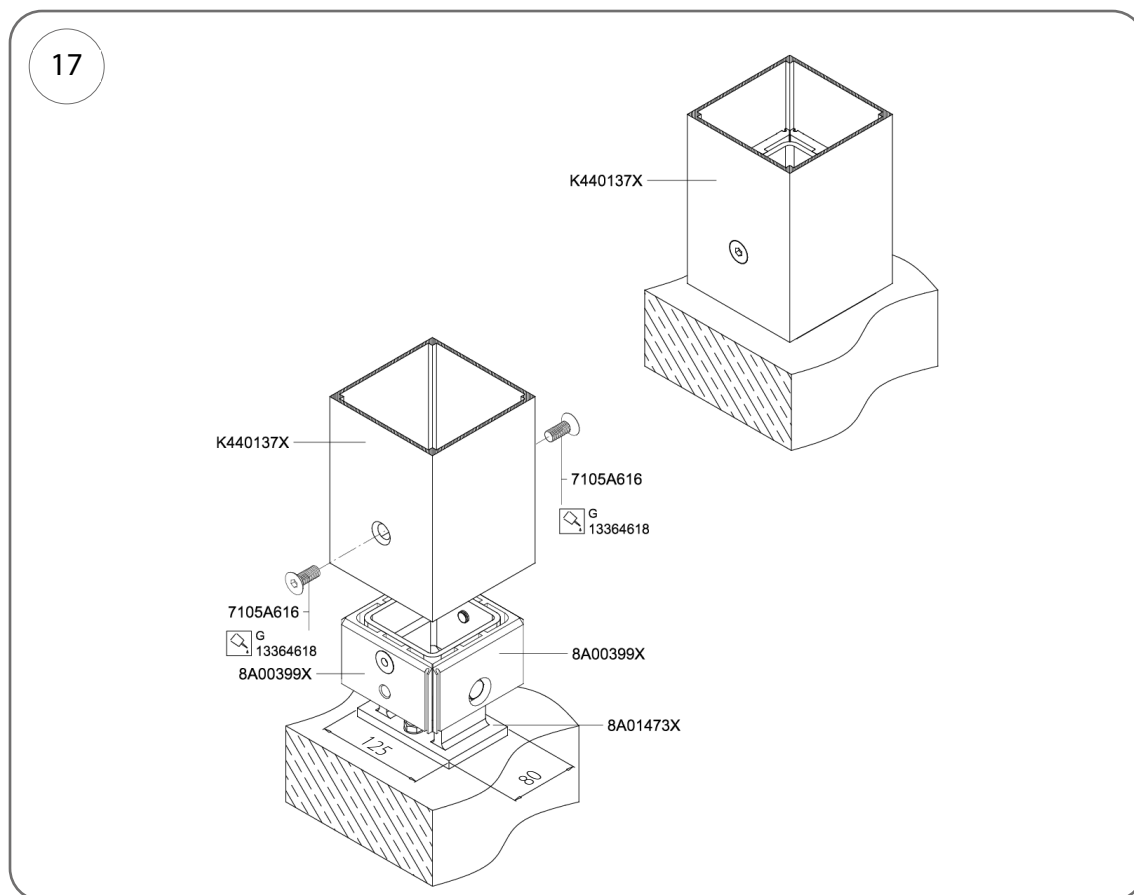
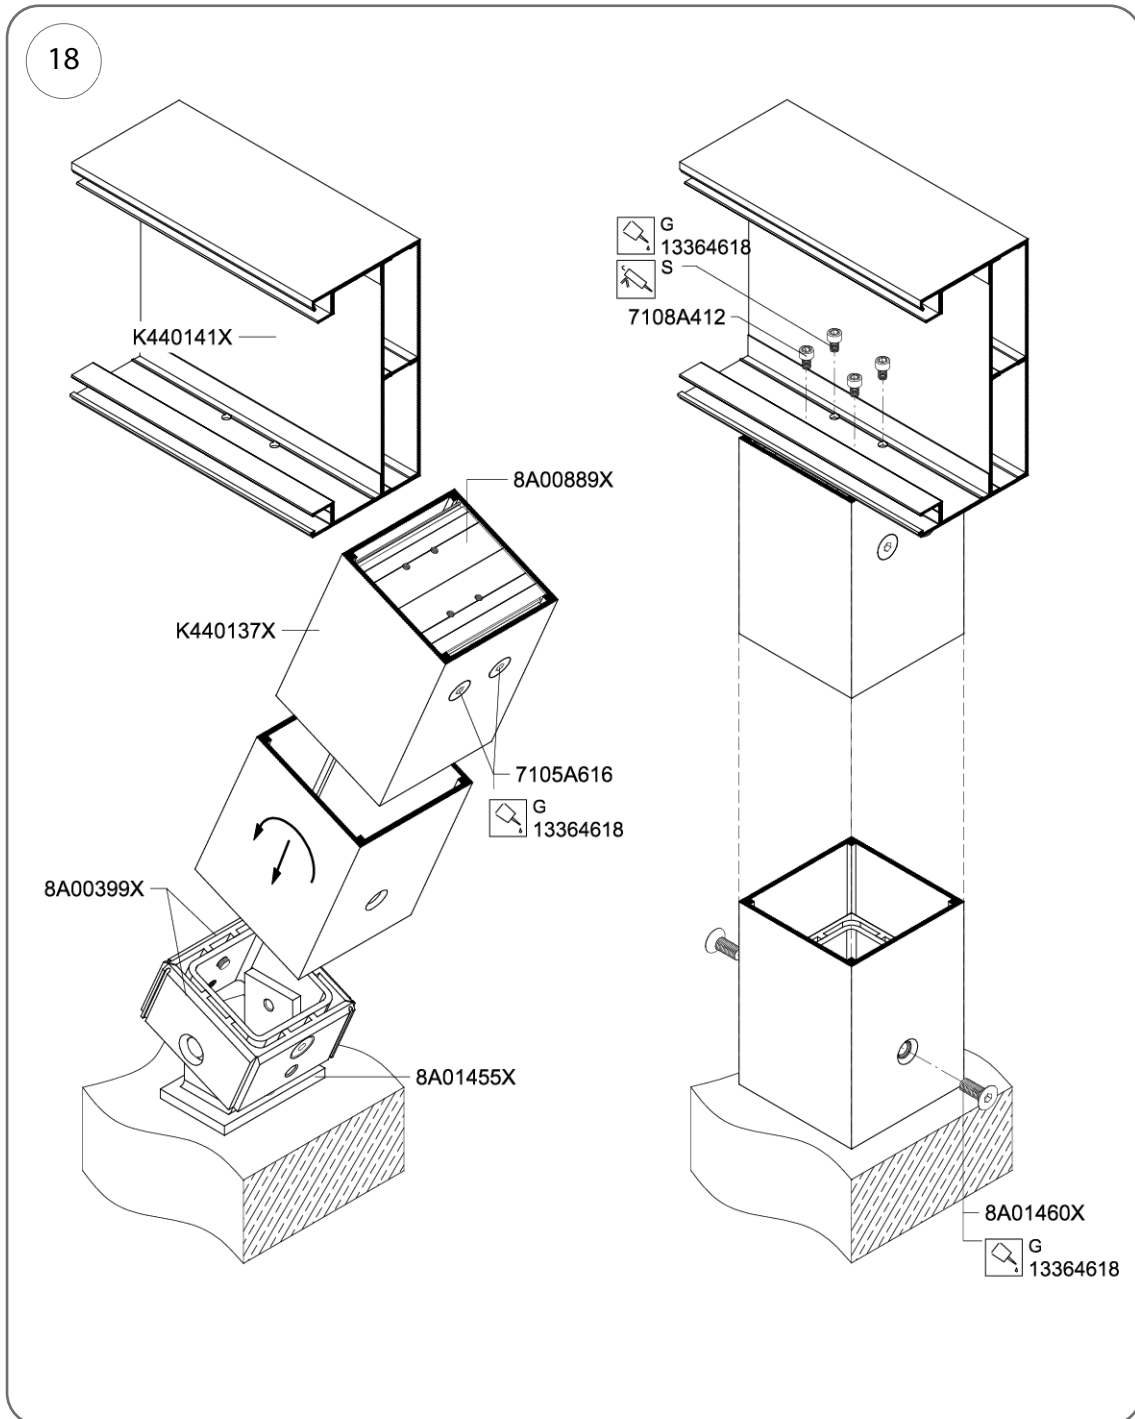

Fig. 17
Fig. 18
5. Eseguire l'operazione di collegamento del montante alla staffa come da Fig. 17 e Fig. 18.
2. Raddrizzare gradualmente il montante intermedio fino a quando i fori nel connettore del montante e nel travetto o nell'arcareccio non si allineano (Fig. 18).